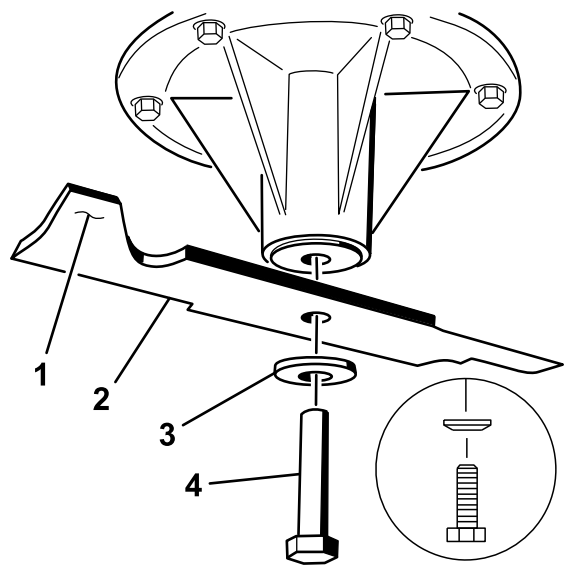

Figura 79
1. Instale la cuchilla en el eje (Figura 79).
2. Instale la arandela de muelle y el perno de la cuchilla (Figura 79).
Nota: El cono de la arandela elástica debe estar orientado hacia la cabeza del perno (Figura 79).